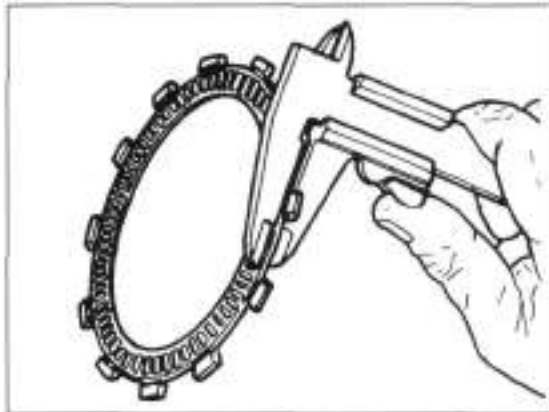

Bild 109
- Dicke der Kupplungsreibrscheiben mit Mess-Schieber messen (Bild 109).